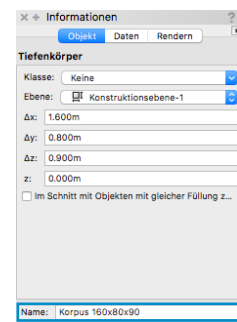

BILD 15
2. Geben Sie im Dialogfenster „Objekt hinzufügen“ den Namen des neuen Objekts ein. Verwenden Sie bei einem Symbol den Namen der Symboldefinition. Bei einem selbst modellierten Objekt, wie z. B. einem Tiefenkörper, muss der Objektname derselbe sein wie der Name, den Sie für das Objekt in der Infopalette eingegeben haben (BILD 15).